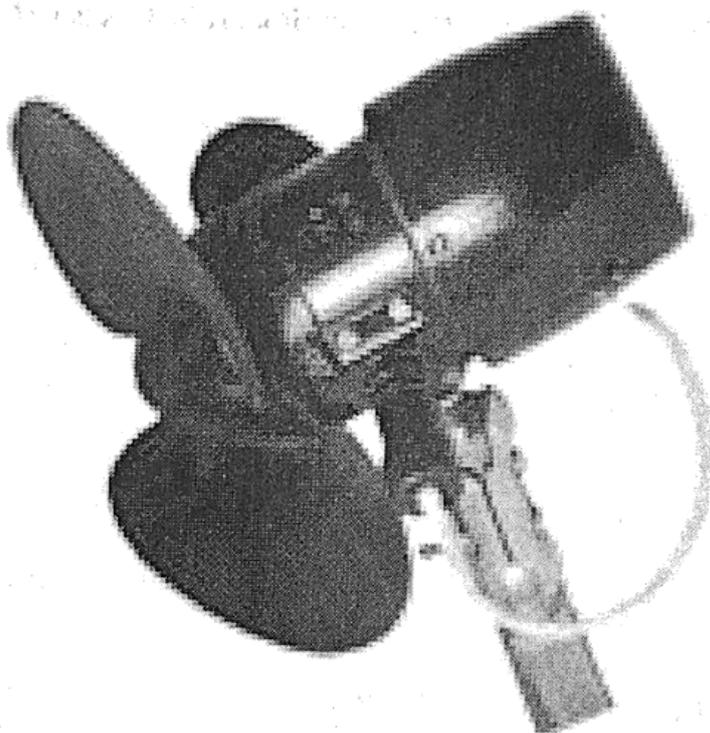

Рисунок 80 – Вентилятор ДВ-302Т
- вентиляторы ДВ-302Т (рисунок 80);